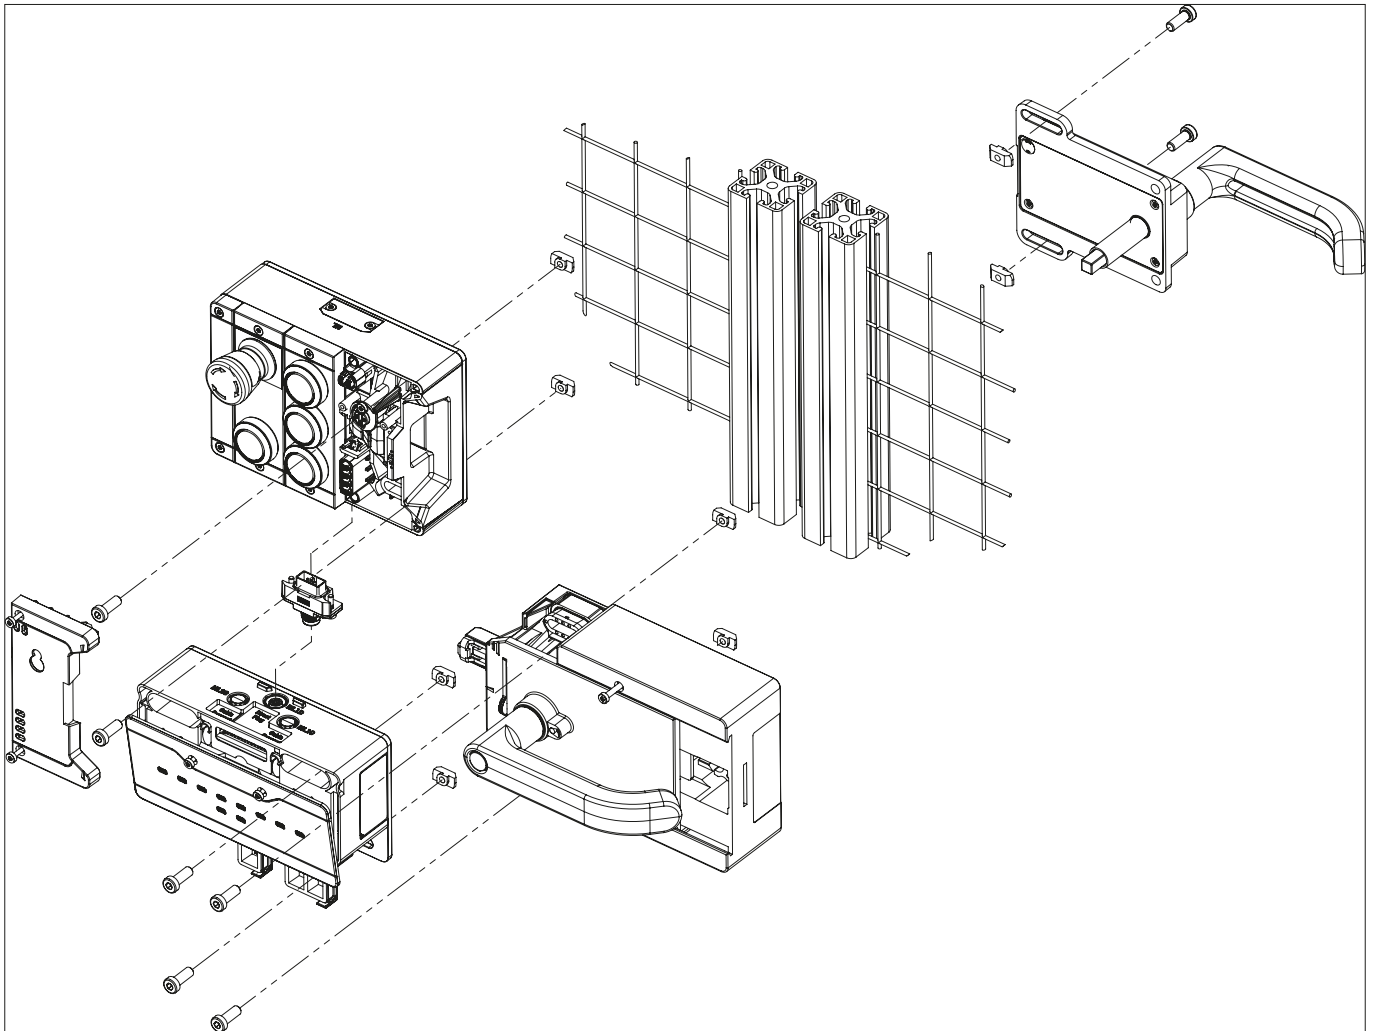
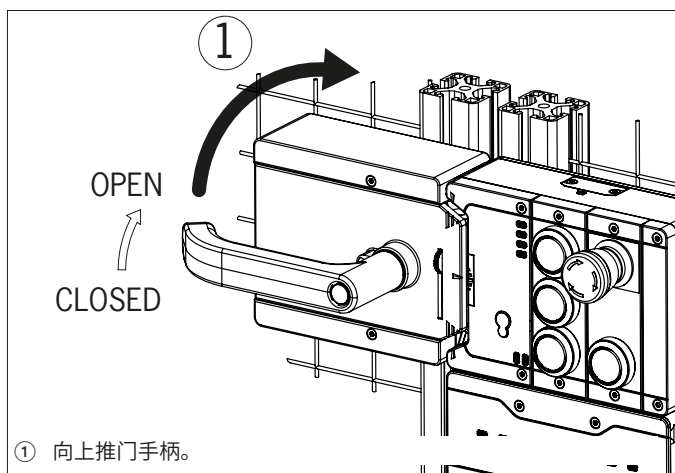
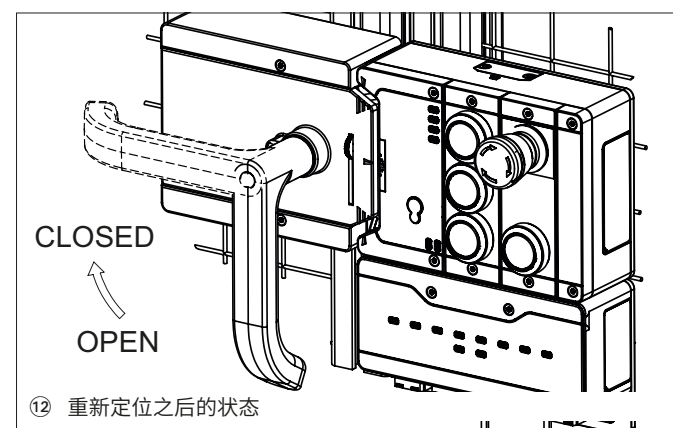

图9：右开式铰链门的安装示例（全视图）
图11: 更改动作方向, 步骤①
图16: 更改动作方向, 最终状态
- ▶ 将应急逃生解锁装置轴与手柄模块垂直对齐。请参见图9。
- ▶ 安装过程中，请注意正确对齐。在互锁/锁止模块的壳体和手柄模块的壳体上使用对准辅助设备（请参见图9）。
安装步骤请参见图9和图11至图16。
- 对于左开式铰链门，以相反方式安装系统。换句话说，通过向上抬门手柄开启安全门（请参见图11）。因此，必须更改门手柄的动作方向（请参见图11至图16）。